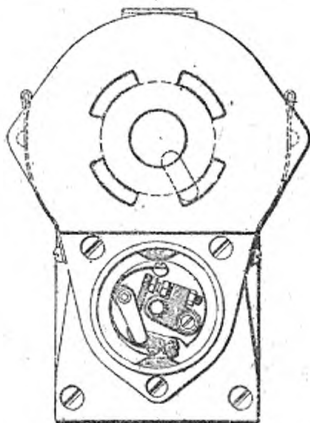

FIG. 66. — Dispositif de rupture.
On vérifie l'écartement des vis au moyen d'une jauge-gabarit d'épaisseur convenable (1) et on les rapproche ou on les éloigne de la quantité voulue. Pour cela, débloquer le contre-écrou (fig. 66) qu'on bloque à nouveau avec soin, le réglage obtenu. On trouve dans la sacoche de magnéto les clés appropriées à ce travail pour lequel il faut le plus grand
(1) Jauge fixée sur la clé de démontage du rupteur